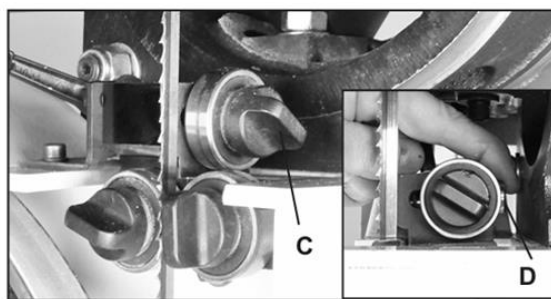

Рис. 27
4. Отрегулируйте направляющую заднего подшипника так, чтобы она находилась на достаточном расстоянии от задней части пильного диска. Отпустите фиксирующую ручку направляющей (рис. 27, B) и переместите заднюю направляющую к лезвию, нажав на конец стержня задней направляющей (#45A, D), или используйте фиксирующую ручку, чтобы подтянуть направляющую к лезвию. После этого затяните ручку.